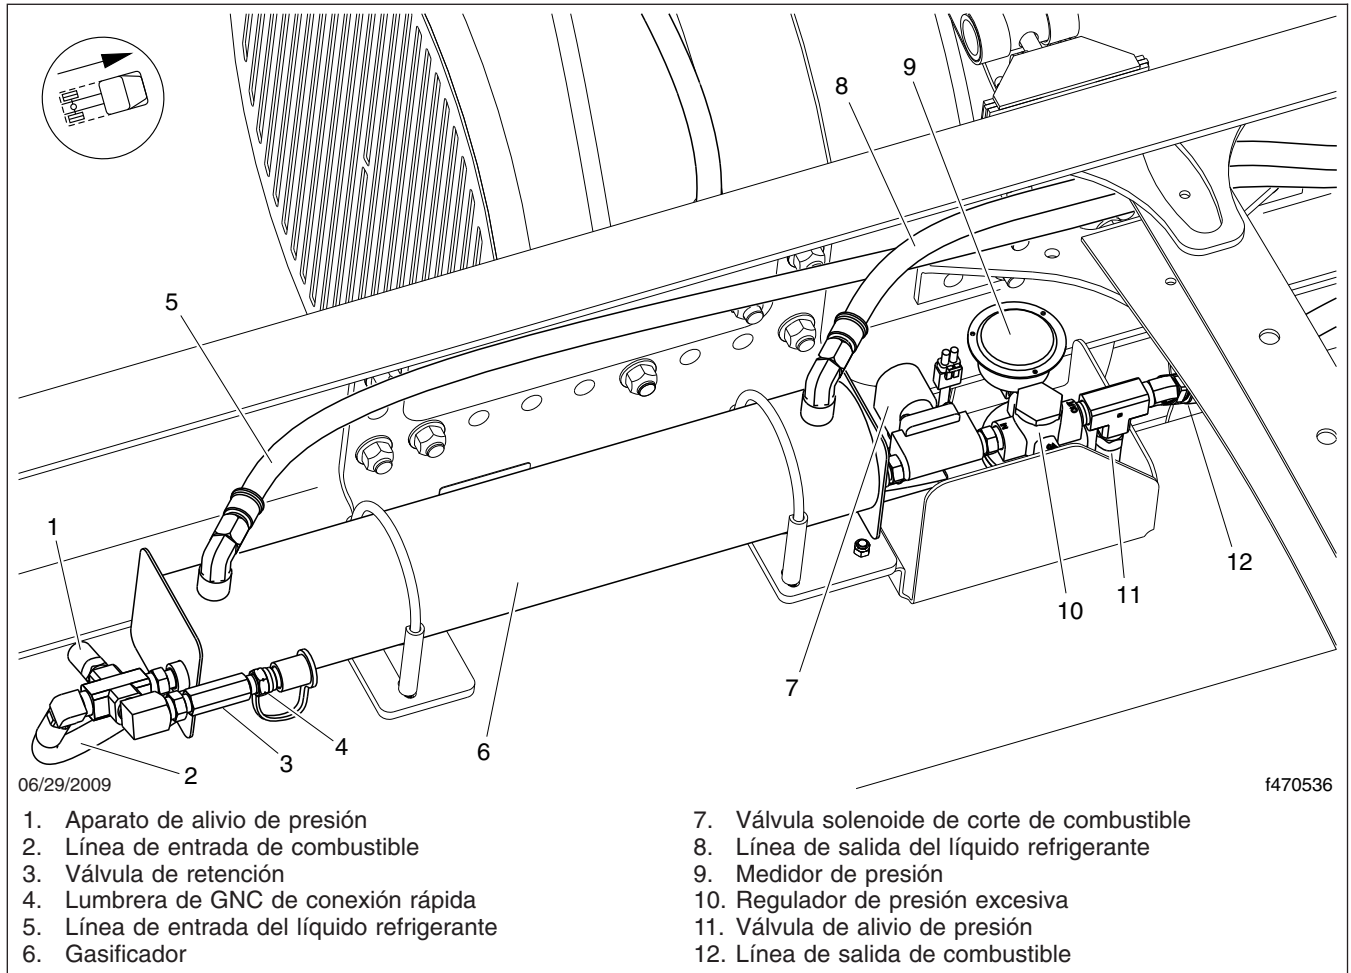

Figura 11.11, Ensamble del gasificador del GNL
- Revise el gasificador de GNL para ver si hay indicios de daños o fugas. Vea la **Figura 11.11**. Inspeccione los soportes de montaje del gasificador para ver si hay indicios de holgura.